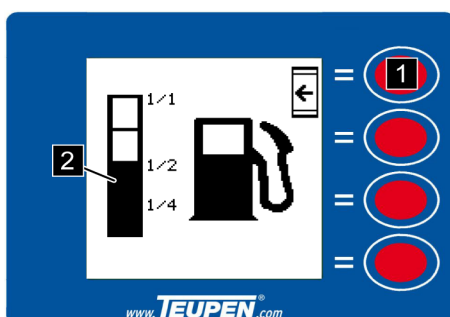

Fig. 60: Jauge carburant
Le niveau de carburant est indiqué sur la pompe (Voir la Fig. 60/2).
- Retourner au [menu principal] avec la [touche de fonction] (Voir la Fig. 60/1).